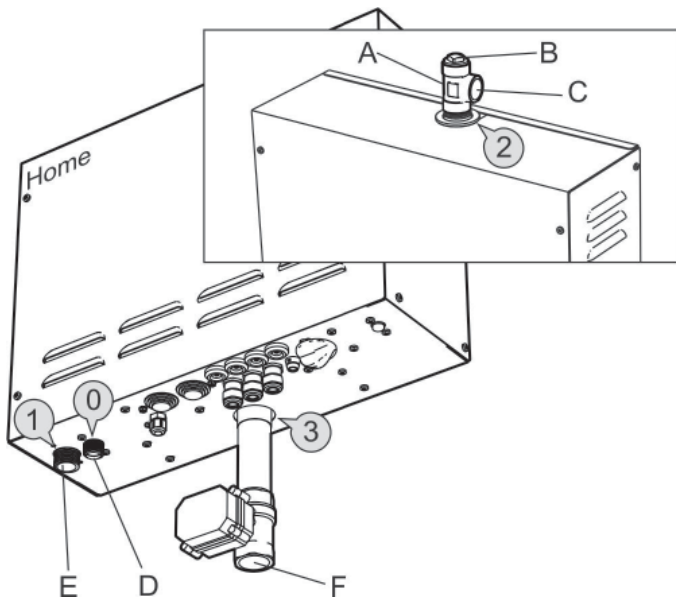

Рис. 6 Парогенератор типа Home
Подключите холодную воду к соединению 1 (Рис. 6,7) на парогенераторе. Давление поступающей воды должно находиться в диапазоне от 0,2 до 10 бар (от 20 кПа до 1000 кПа).
Установите соединитель контргайкой сверху на выходной паровой канал 2 (Рис. 6,7) на парогенераторе. Подсоедините медную трубу, внутренний диаметр которой составляет по меньшей мере 18 мм, к выходному паровому каналу (C) соединителя. Паропровод может иметь нисходящий уклон по направлению к паровой либо по направлению к парогенератору. Также возможен вариант установки паропровода с нисходящим уклоном как по направлению к паровой, так и по направлению к парогенератору.
Для отвода воды необходимо подсоединить медную трубу хорошего качества с внутренним диаметром по меньшей мере 25 мм к патрубку 3 (Рис. 6, 7) парогенератора. Водоотводная труба парогенератора проводится к ближайшему водоотводу за пределами паровой. Температура отводимой воды составляет приблизительно 80-85°C.
Водоотводящая труба, подсоединенная к предохранительному клапану D (0) (Рис. 6 и 7), должна устанавливаться под непрерывно нисходящим уклоном в безморозной среде.